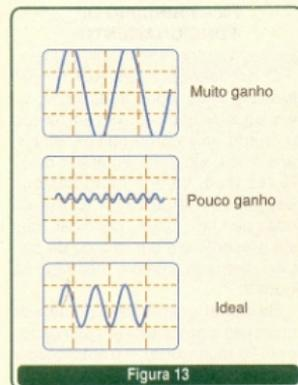

Figura 13
O controle de Amplitude (4) ou Ganho ajusta o amplificador interno do osciloscópio para que o sinal observado tenha uma amplitude que não seja pequena demais ou escape da tela, **figura 13**.